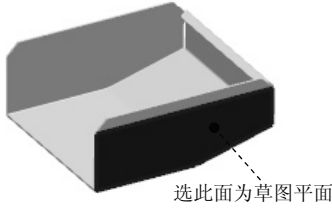
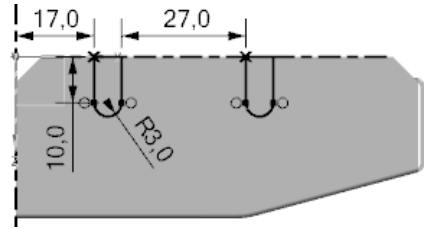

图 7.33 选取草图平面
图 7.34 截面草图
Step17. 创建图 7.32 所示的拉伸特征 4。选择下拉菜单 **插入(S)** → **切削(T)** → **拉伸(E)** 命令，选取图 7.33 所示的模型表面为草图平面，绘制图 7.34 所示的截面草图，单击“反向”按钮 ；在“拉伸”对话框 **开始** 下拉列表中选择 **值** 选项，在 **距离** 文本框中输入数值 0；在 **结束** 下拉列表中选择 **贯通** 选项；在 **布尔** 区域的 **布尔** 下拉列表中选择 **求差** 选项；单击 **确定** 按钮，完成拉伸特征 4 的创建。